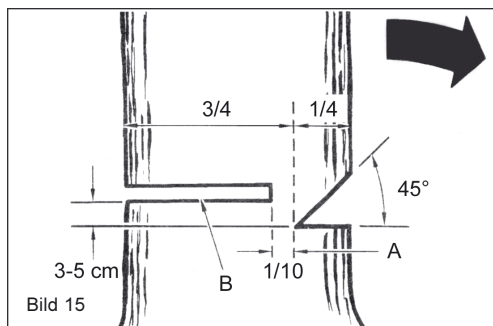

Bild 15
3. Fallkerbe schneiden (Bild 15):
4. Fällschnitt (Bild 15):